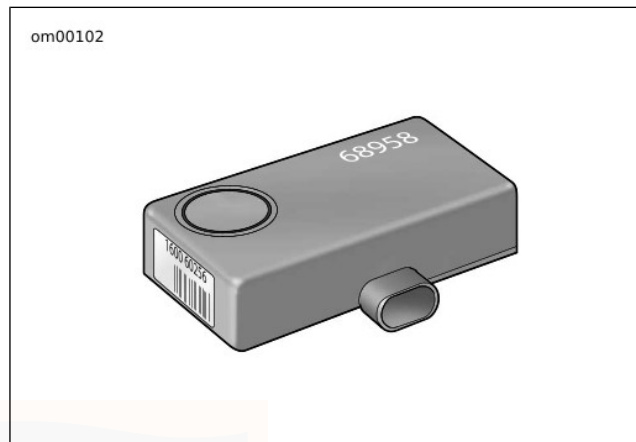

Figure 24. Smart Siren (en option)
- Voir Figure 24. Activer la sirène optionnelle.